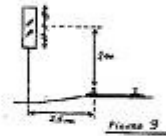

Figure 9
a) Balises avec traits. (fig. 9 et 10)